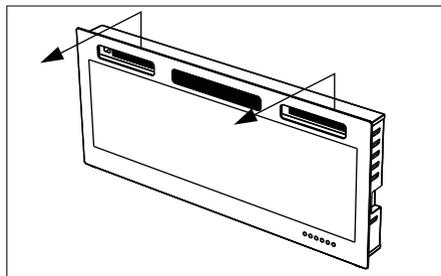

fig.1
1. Retirez le panneau en verre de la cheminée et placez-le dans un endroit doux et propre. (fig.1)
3. Retirez le panneau de verre de la cheminée et placez-le dans un endroit doux et propre. (fig.1)
1. Retirez le panneau de verre de la cheminée et placez-le dans un endroit doux et propre. (fig. 1)